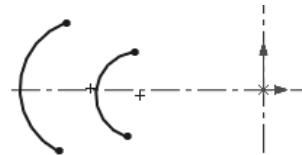

图 8.3 绘制的圆弧
Step 2 绘制圆弧。选择下拉菜单 **工具(T)** → **草图绘制实体(X)** → **三点圆弧(3)** 命令，在图形区中绘制图 8.3 所示的圆弧。